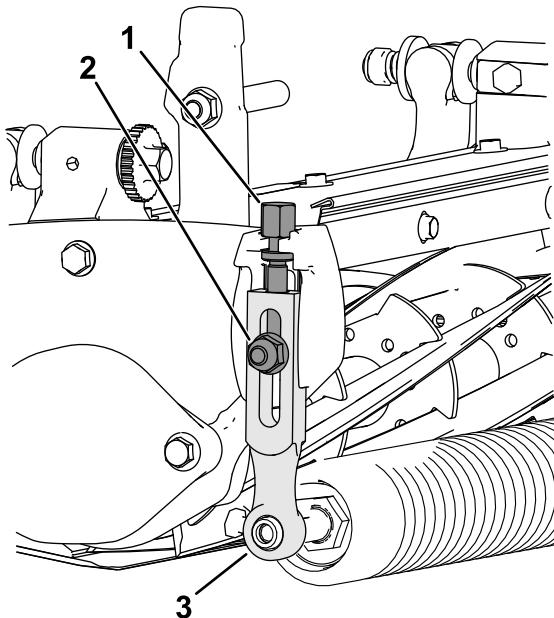

Bild 9
1. Lösen Sie die Sicherungsmuttern, mit denen die Schnitthöhenarme an den Seitenplatten der Schneideeinheit befestigt sind (Bild 9).